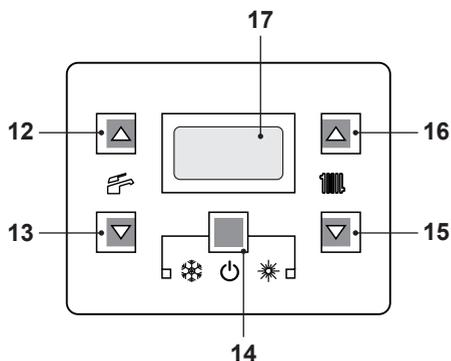
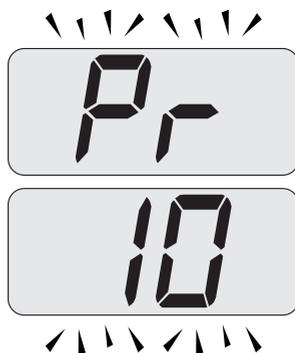
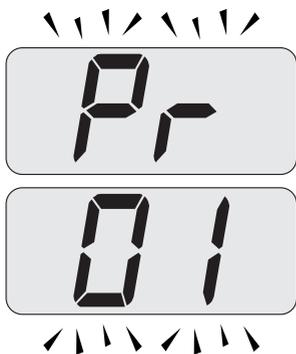

Figura 5.51
Figura 5.53
Figura 5.52
- Entrare in "modalità programmazione" premendo contemporaneamente per 10 secondi i tasti 14 - 15 - 16 (Figura 5.51) fino a far apparire sul display LCD le lettere **Pr** che si alternano con il codice **01**, indicanti l'entrata nel "parametro 01" (Figura 5.52).
- Scorrere i vari parametri utilizzando i tasti 15 o 16 fino a far apparire sul display LCD le lettere **Pr** che si alternano con il codice **10**, indicanti l'entrata nel "parametro 10" (Figura 5.53).
- Premendo il tasto 14 (Figura 5.51) si ottiene la conferma del valore inserito.
- Premendo contemporaneamente i tasti 14 e 15 (Figura 5.51) si esce senza modificare il valore (ritorno alla lista parametri Figura 5.53)
- Premendo contemporaneamente per 10 secondi i tasti 14 - 15 - 16 (Figura 5.51) si esce dalla "modalità programmazione".